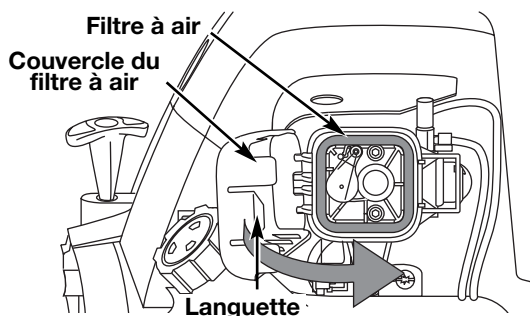

Fig. 37
8. Pivotez le couvercle vers la droite jusqu'à ce que la languette du couvercle du filtre s'enfonce d'un déclic dans la plaque arrière (Fig. 37).